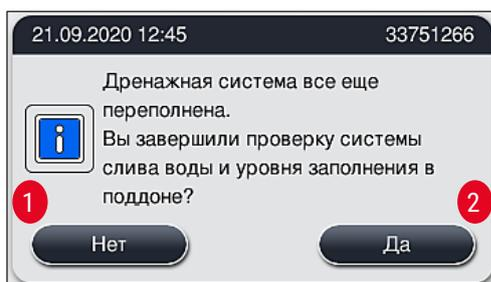

Рис. 124
2. Если по истечении 5 минут и совершении дополнительных попыток очистки засорение не устраняется, на экране появляется сообщение (→ "Рис. 124") для пользователя с указанием на то, что уровень воды по-прежнему остаётся высоким. Нажав **Нет** (→ "Рис. 124-1"), пользователь может продлить время ожидания еще на 5 минут, чтобы совершить новые попытки очистки. Если попытки очистки, совершённые в это дополнительное время, оказываются успешными, ситуация считается разрешённой, как описано в п. 1. Если для выполнения очистки требуется ещё время, снова нажмите **Нет** (→ "Рис. 124-1"). Время ожидания может продлеваться много раз. Если несмотря на все попытки очистки устранить засорение не удаётся, нажмите **Да** (→ "Рис. 124-2") для запуска управляемого процесса отмены (см. следующие разделы 3 и 4).